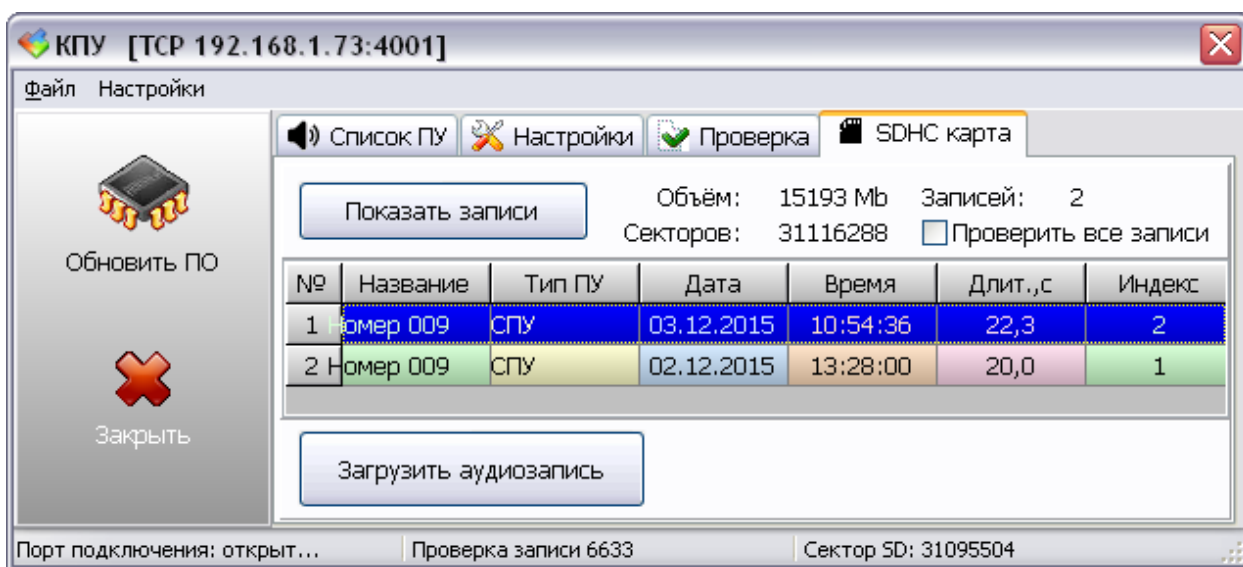

Рисунок 23 – Вкладка «SDHC карта»
14.2.11 Вкладка «SDHC карта» (рисунок 23) предназначена для просмотра записей переговоров машиниста, сохраненных на флеш-карте памяти КПУ.